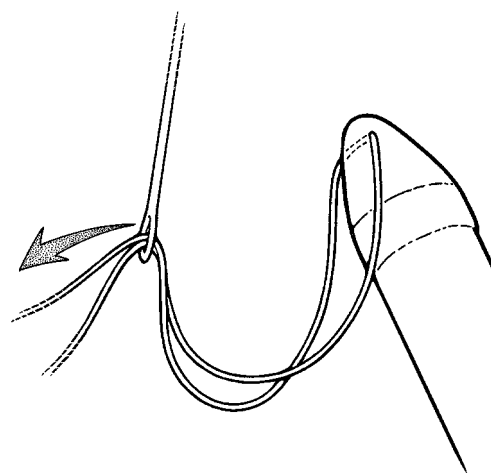

Fig. 4-12. Trä på dragsuturen på Keith-kanylen
3. Dra tillbaka obturatorn till det tillbakadragna eller låsta läget. För båda ändarna av cylinderns dragsutur (ca 10 cm) genom ögat på den åskviggformade Keith-kanylen (se fig. 4-12).